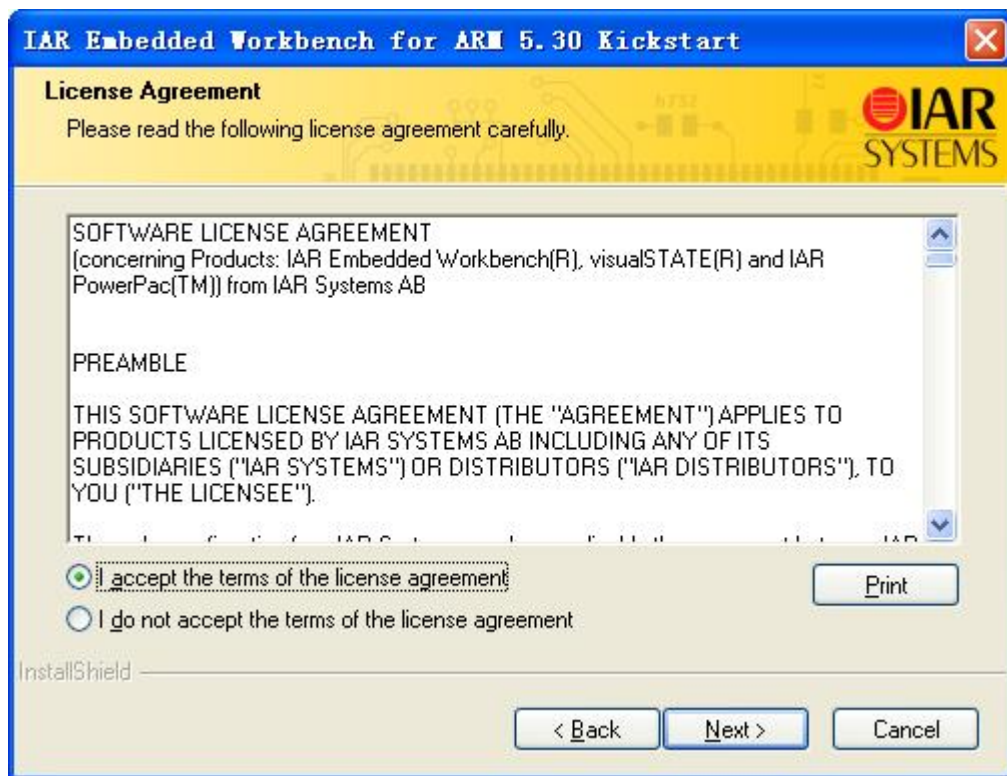

图 1.2 EWARM 安装
3. 点击Install the IAR Embedded Workbench, 开始安装。如图 1.2 所示。